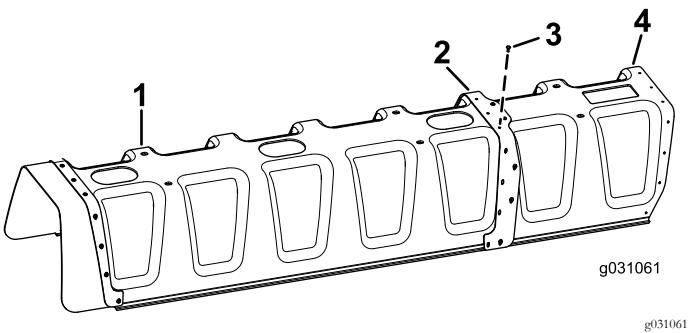

Figura 6
2. Instale 11 rebites cegos (3/16 pol. x 1/2 pol.) e anilhas (3/16 pol.) na placa de reforço, instalando a cobertura de 11 bicos na cobertura de 12 bicos (Figura 6).